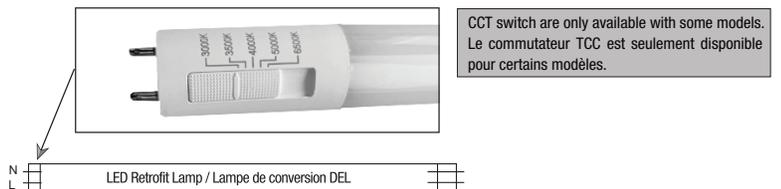

Fig. 2A Single sided connection / Connexion par une seule extrémité
7. Select the desired LED color temperature by using the switch on the LED T8 tube as shown in Fig. 2A.
8. LED T8 lamps are designed for single sided connections (Fig. 2A). To install, please wire non-shunted sockets by connecting one wire from the socket to branch circuit L (LIVE) and other wire at the opposite end to the branch circuit N (NEUTRAL).
7. Sélectionner la température de couleur des DELs désirée à l'aide du commutateur situé sur le tube DEL T8 comme le montre la Fig. 2A.
8. Les lampes LED T8 sont conçues pour des connexions à une seule extrémité (Fig. 2A). Pour l'installation, veiller câbler les douilles non shuntées en connectant un fil de la douille au circuit de dérivation L (PHASE) et un autre fil à l'extrémité opposée de la branche circuit N (NEUTRE).
8. Sélectionner la température de couleur des DELs désirée à l'aide du commutateur situé sur le tube DEL T8 comme le montre la Fig. 2A.